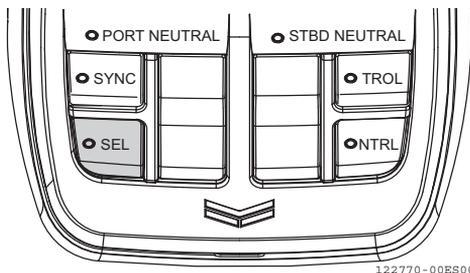

Figura 37
- La lámpara del panel de interruptores se encenderá y la lámpara SEL (**Figura 37**) del mando de control (**Figura 36**) se encenderá y parpadeará.